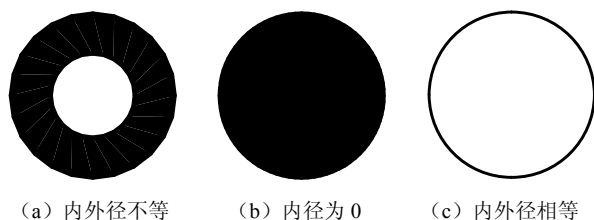
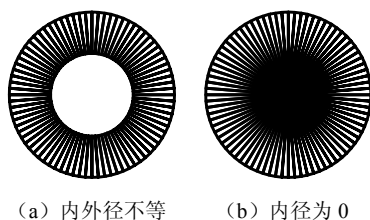

图 5-1 填充的圆环
图 5-2 不填充的圆环
(1) 圆环是否填充，可用 FILL 命令或系统变量 FILLMODE 加以控制。当值为 1 时，填充圆环，如图 5-1 所示；当值为 0 时，不填充圆环，如图 5-2 所示。
(2) 如果指定的内径为 0，则绘制实心圆，如图 5-1 (b) 和图 5-2 (b) 所示。
(3) 如果输入的外径值小于内径值，系统会自动将内外径值互换。
(4) 圆环的内外径可以相等，此时的圆环如同一个圆，如图 5-1 (c) 所示，但实际上是零宽度的多段线。这是因为圆环是由两个等宽度的半圆弧多段线构成的。